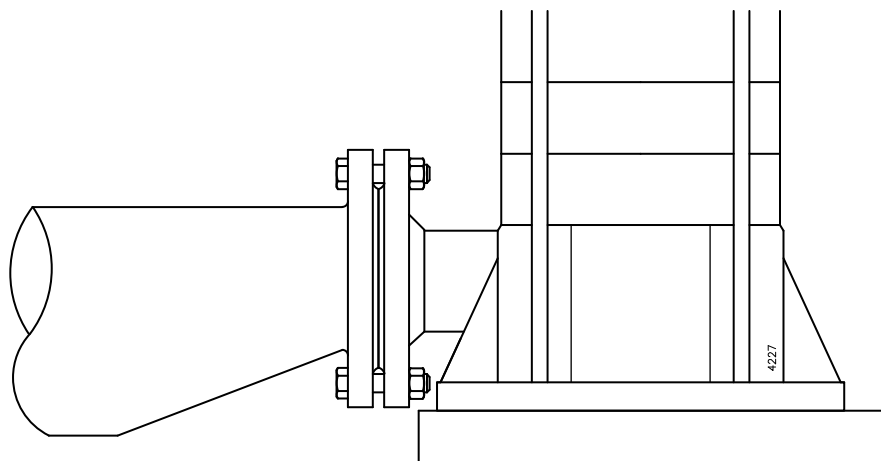

Bild 2: Excentrisk reduktion till inloppsfläns.
- Sugledningens tvärsnitt måste vara väl tilltaget. Denna ledning måste vara så kort som möjligt och dras till pumpen så att inga luftfickor kan bildas. Om detta inte är möjligt, måste en avluftningsmöjlighet anordnas på den högsta punkten. Om sugledningen har ett större tvärsnitt än pumpens suganslutning, måste en excentrisk reducering monteras, så att ingen virvelbildning kan uppstå. Se bild 2.